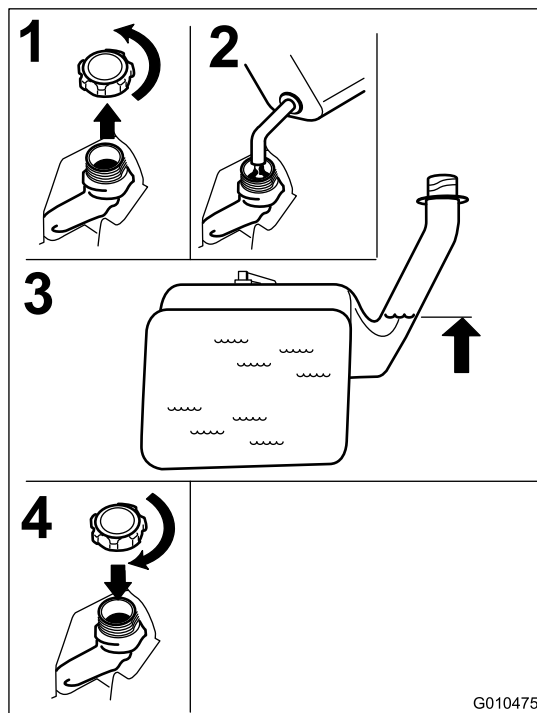

Figure 13
2. Versez **lentement** de l'essence sans plomb ordinaire jusqu'à ce que le niveau atteigne le bas du goulot de remplissage (Figure 13).